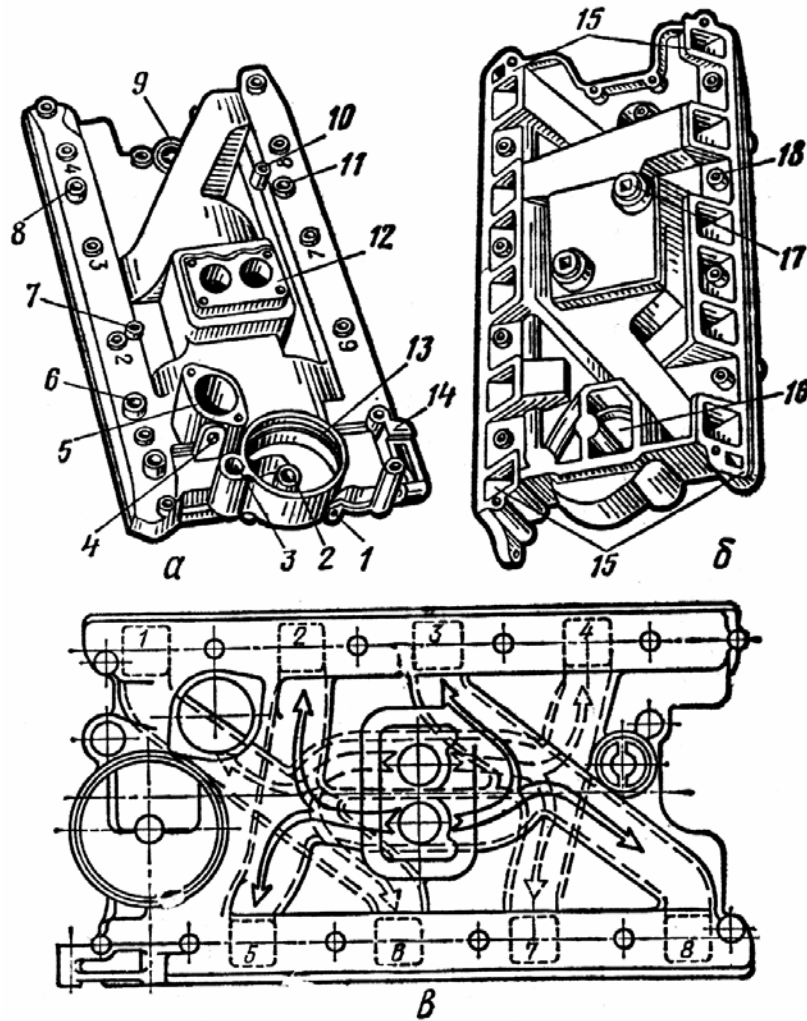

Рис. 4.28. Впускной трубопровод двигателя ЗМЗ-53:
6. На впускном трубопроводе найдите отверстия, фланцы и заглушки, обозначенные на рис. 4.28, а и б, и запомните их назначение.
Пользуясь схемой (рис. 4.28, е), рассмотрите каналы во впускном трубопроводе, по которым движутся горючая смесь и охлаждающая жидкость.